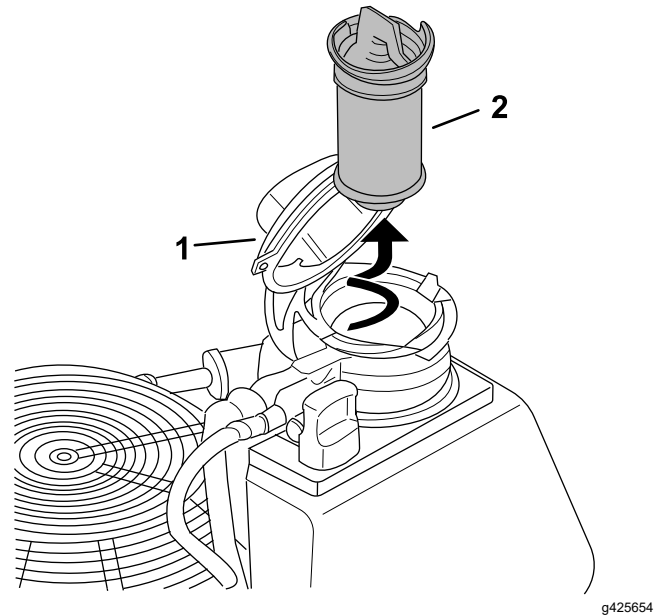

Figura 41
9. Retire el filtro de aceite del motor (**Figura 41**).